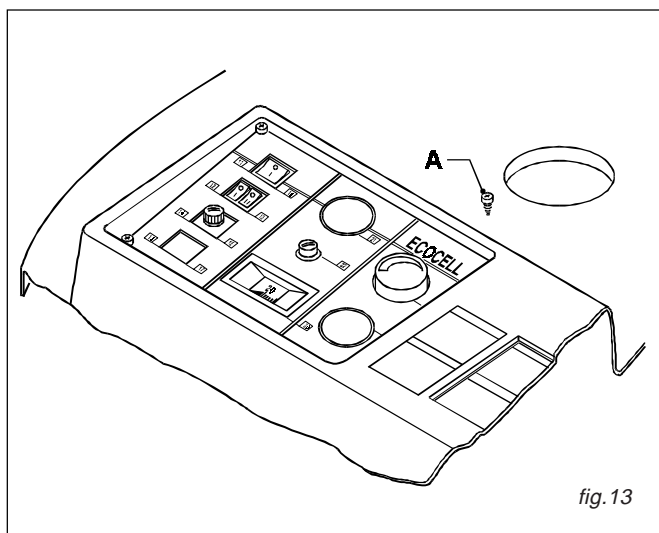

fig. 13
- 2) Enlever les 4 vis cruciformes (Ref. A) de fixation du tableau de commande et le retourner face au couvercle en plastique de la chaudière (voir Fig. 13).
- 5) Remettre en place le tableau de commande et le fixer au moyen des vis cruciformes (Rep. A) prévues à cet effet (voir Fig. 13).